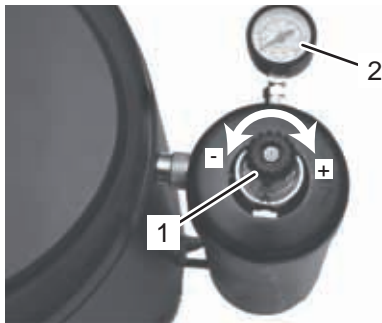

Fig. 45
1. Pour ce faire, tournez la vanne de CO2 (Fig. 45/1) vers la droite.
2. Tournez-la jusqu'à ce que la pression désirée apparaisse sur le manomètre (Fig. 45/2).
Fermez la vanne de CO2 (Fig. 45/1) lorsque ne vous procédez à aucun soutirage pendant un certain temps. Vous prolongerez ainsi notablement la durée de vie de la bouteille de CO2.